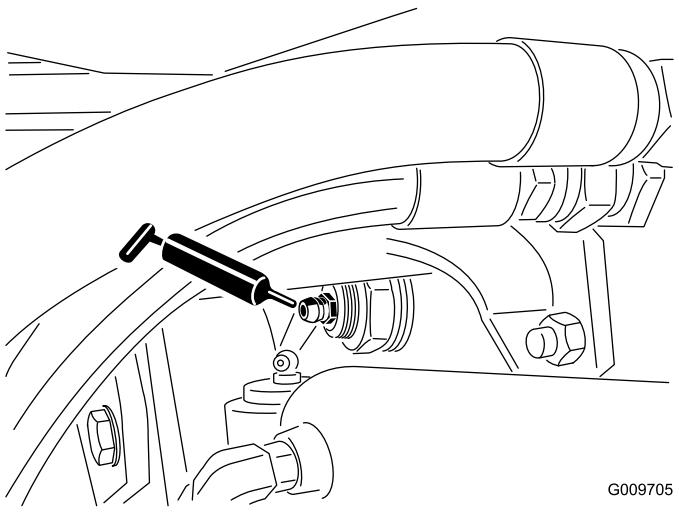

Bild 49
- Hinterachse-Drehbüchsen (2) (Bild 49)